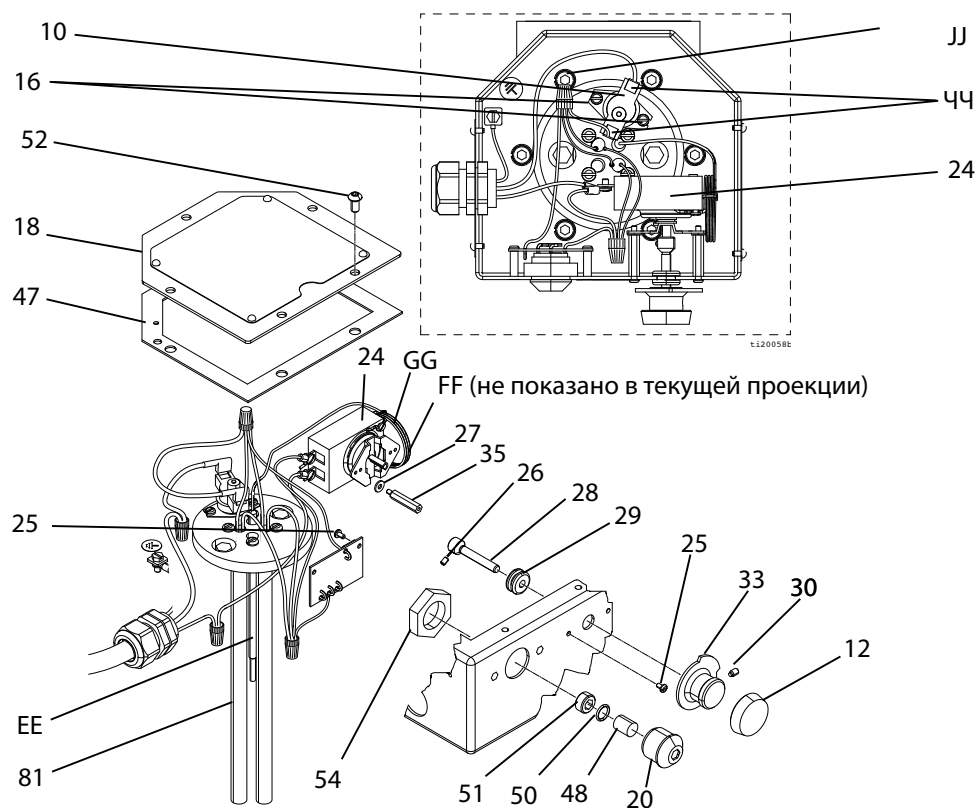
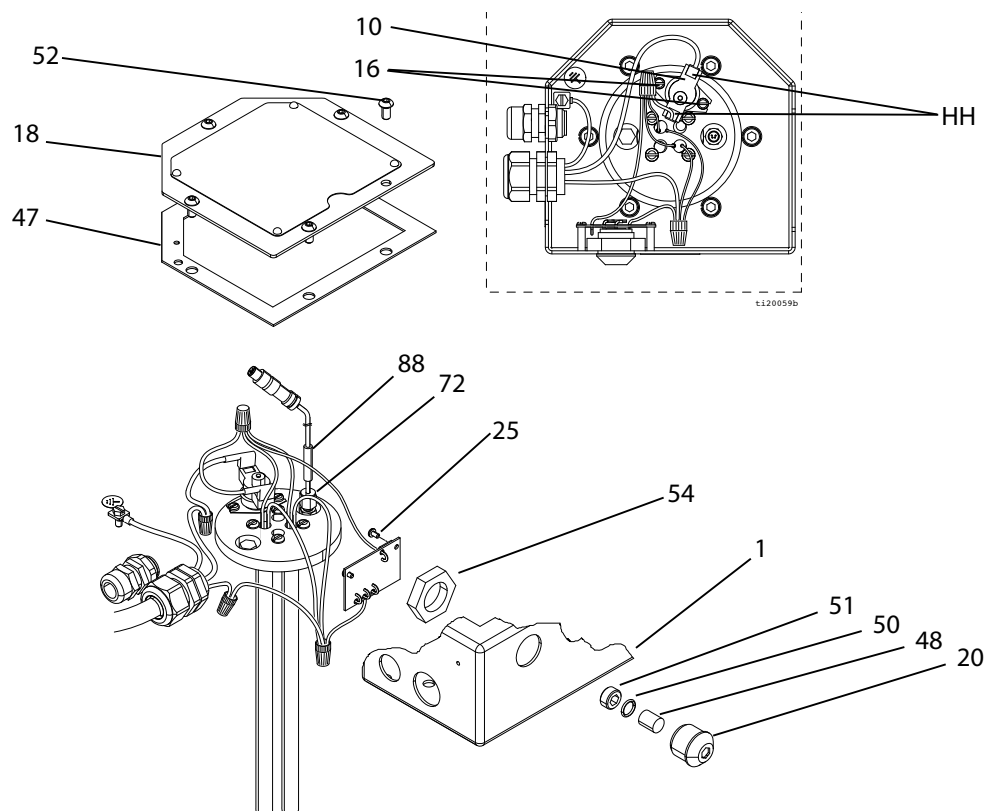

Рис. 11: Ремонт термостата
Рис. 12: Сопротивление датчика RTD
(Для модели с термостатом см. Рис. 11 на стр. 21)
- Подключения проводки см. на Рис. 11 или Рис. 12 на стр. 21.
- *Только модели 262853 и 24W612:* Убедитесь в том, что сердечник (68) установлен ровно по отношению к штифту заглушки (82) в корпусе (67).
- Убедитесь в том, что прокладка (47) установлена и совмещена с винтовыми отверстиями электрического блока.
- Закрепите крышку (18) винтами (52). Затяните винты с усилием 10 Н•м (85–90 дюймов на фунт).